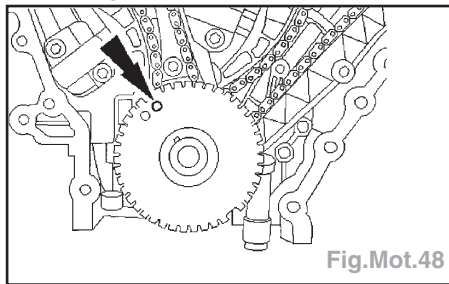

Fig.Mot.48
- Déposer la roue à impulsions de capteur CKP (Fig.Mot.48).